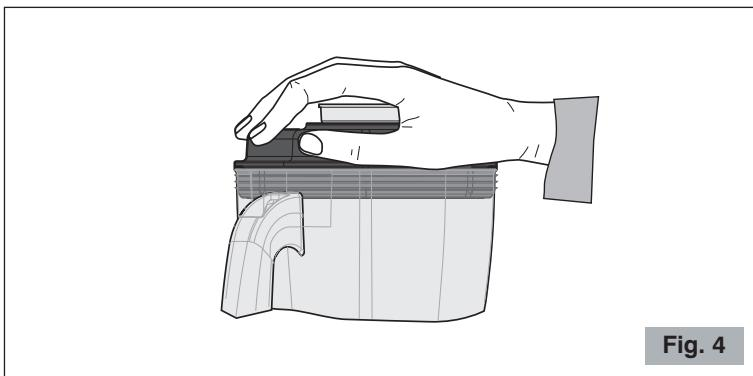

Fig. 4
- 5** Seleccionar la velocidad deseada con el selector y, manteniendo una mano en la tapa, encender el motor pulsando el botón (Fig. 4).